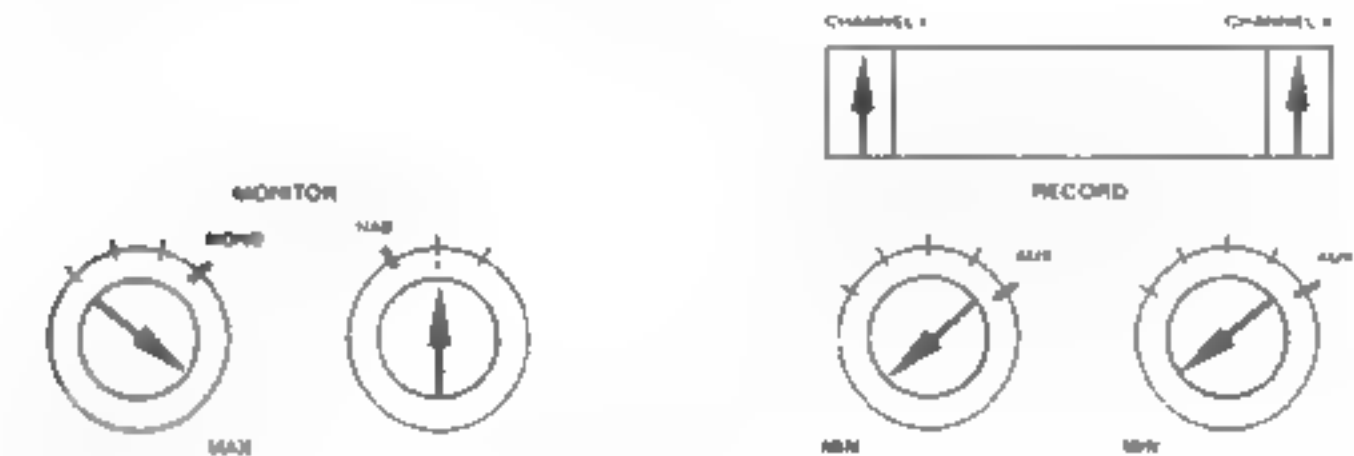

Fig. 6.3-55
- Set controls per fig. 6.3-55.